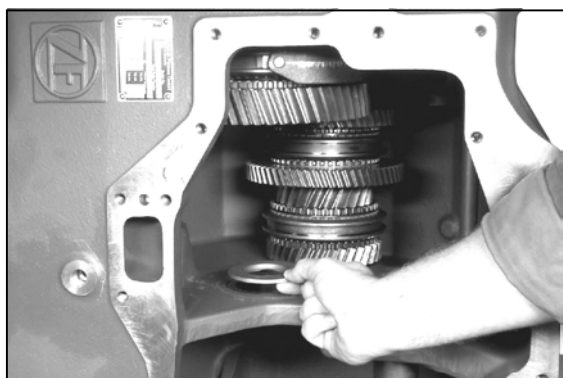

Figura 72
1. O momento de rotação não é obtido, paralelo ao momento não existe nenhuma folga axial dos componentes – instalar um calço mais fino (Figura 72).
2. Momento de rotação OK, mas folga axial muito grande – instalar um calço mais grosso (Figura 72).